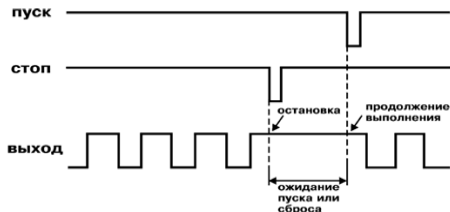

Рисунок 3.7
3.1.3.3 Поступление сигнала «Стоп» останавливает выполнение программы. При этом выходное устройство остается в том состоянии, в котором оно было в момент прихода сигнала «Стоп». Выполнение программы продолжается после поступления сигнала «Пуск», если отсутствует активный уровень на входе «Стоп» (рисунок 3.7).